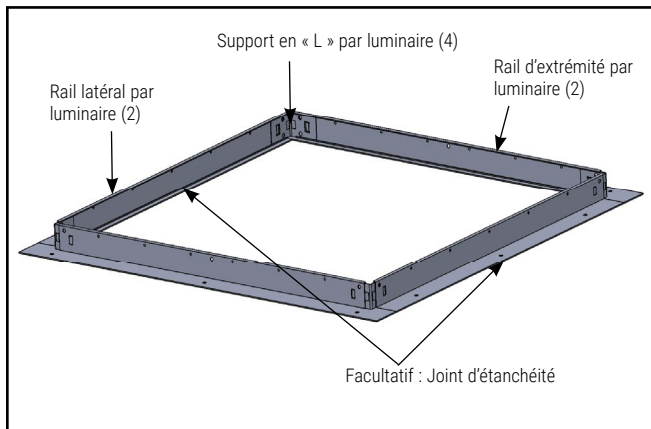

Figure 2.
2. Salle blanche : Ajoutez un joint blanc 66025 au bord intérieur du cadre pour le contact au boîtier et au bord extérieur pour le contact au plafond. (Figure 2)